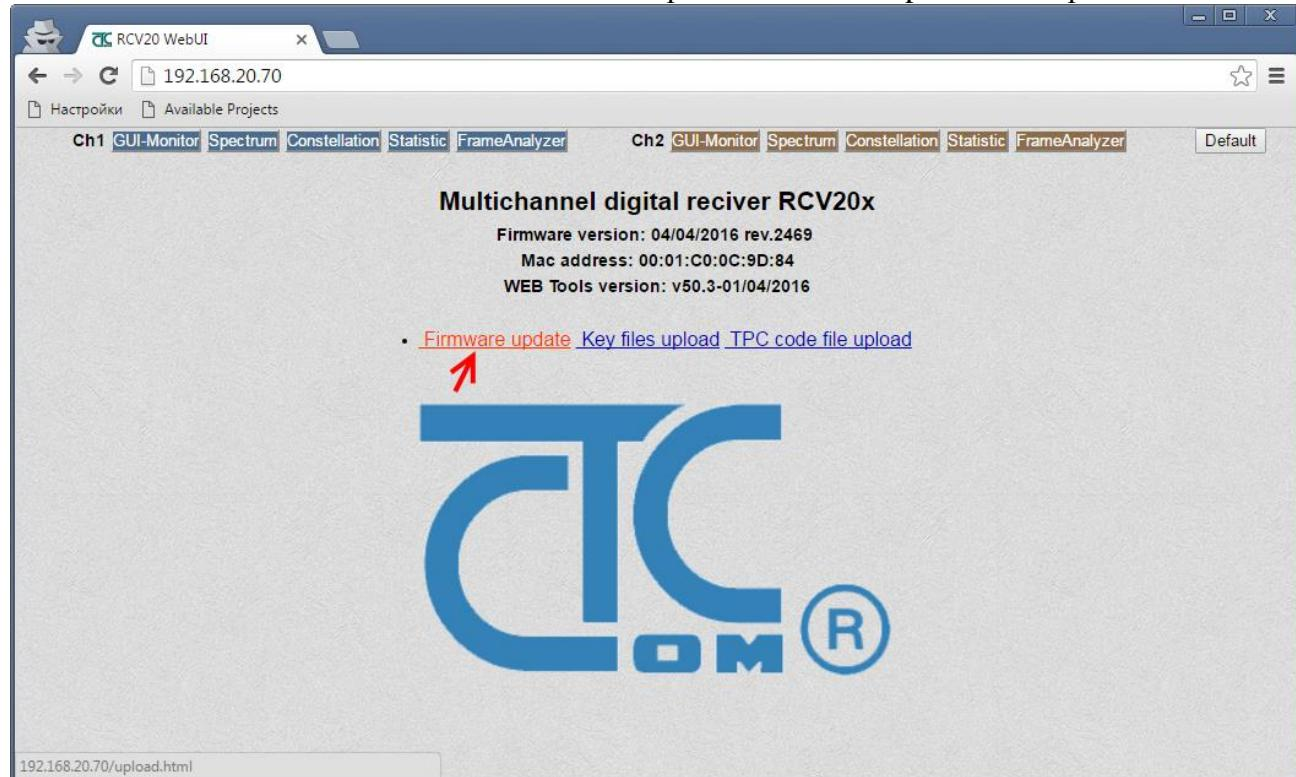

Рисунок 8.27 – Начальная страница веб-интерфейса приемника
8.10.4.3 В появившемся окне – выбрать «Firmware Update» - см. рис. 8.27.